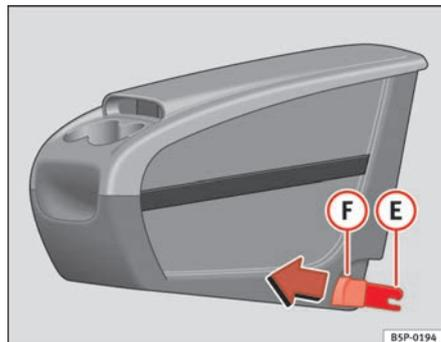
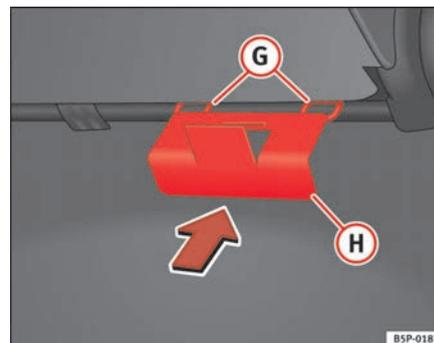

Abb. 112 Zusätzliche Ablage. Anbringen
Abb. 113 Halteplatte der zusätzlichen Ablage
- Die Halteplatte ④ ⇒ Abb. 113 der zusätzlichen Ablage vom Fahrzeuginnern aus auf der Rückseite des Sitzes befestigen. Sie muss sich zwischen der Lehne und dem Sitzkissen im Bereich des mittleren Rücksitzes befinden.
- Die beiden Befestigungselemente **E** ⇒ Seite 144, Abb. 112 zu den beiden Befestigungsringen **G** ⇒ Seite 144, Abb. 113 ausrichten und die beiden Klammern vollständig in die Befestigungsringe eindrücken.
- An den Knöpfen ⇒ Seite 144, Abb. 112 **F** der Klammern nach vorne ziehen (rote Knöpfe), bis sie hörbar ausgehängt sind.